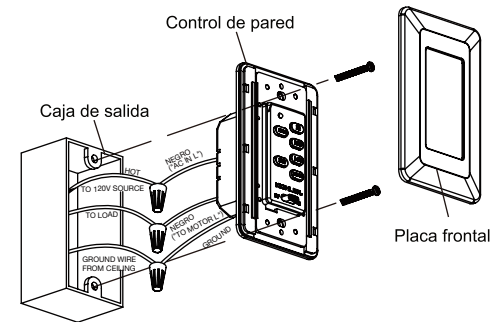

Fig. 30
Paso 2. Coloque el control de pared en la caja de salida, conecte los cables con los conectores de cable proporcionados. (Fig. 30)
Paso 3. Asegure las conexiones de los cables y asegúrese de que no haya hebras o conexiones sueltas. Vuelva a colocar las conexiones de cable dentro de la caja de salida y fije el control de pared a la caja de salida con tornillos proporcionados. Ajuste el control de la placa frontal a la pared. (Fig. 30)